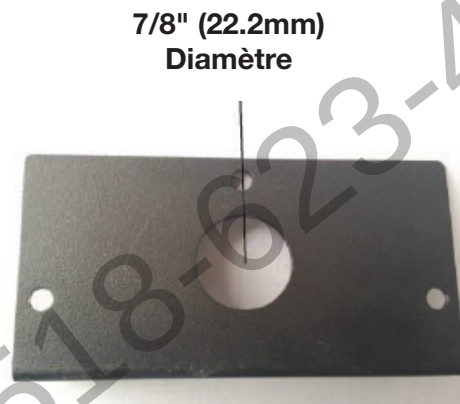

Fig. 2
- C. Enlevez le trou de 7/8" (22.2mm) dans la nouvelle plaque de recouvrement (fournie) (**Fig. 2**) et installez le connecteur à la boîte de jonction. Serrez le connecteur de boîte aux fils d'alimentation.